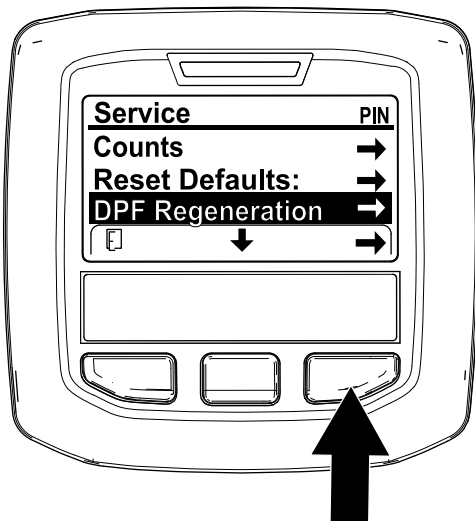

Figura 37
- Accesați meniul Service și apăsați butonul central pentru a derula în jos la opțiunea DPF REGENERATION (REGENERARE DPF) (Figura 37).
- Apăsați butonul din dreapta pentru a selecta accesarea Regenerării DPF (Figura 37).